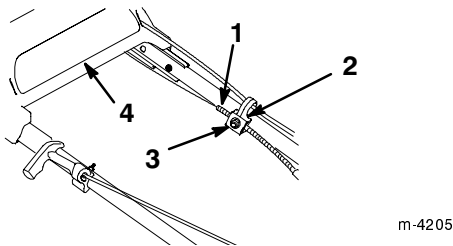

Figure 33
2. Desserrez l'écrou du support de guidage du câble (Fig. 33).
4. Repoussez la partie supérieure du mancheron le plus loin possible en arrière, appuyez sur le support d'entraînement et abaissez la gaine du câble (vers la tondeuse) pour éliminer le mou du câble (Fig. 33).
5. Serrez l'écrou du support de guidage du câble (Fig. 33).